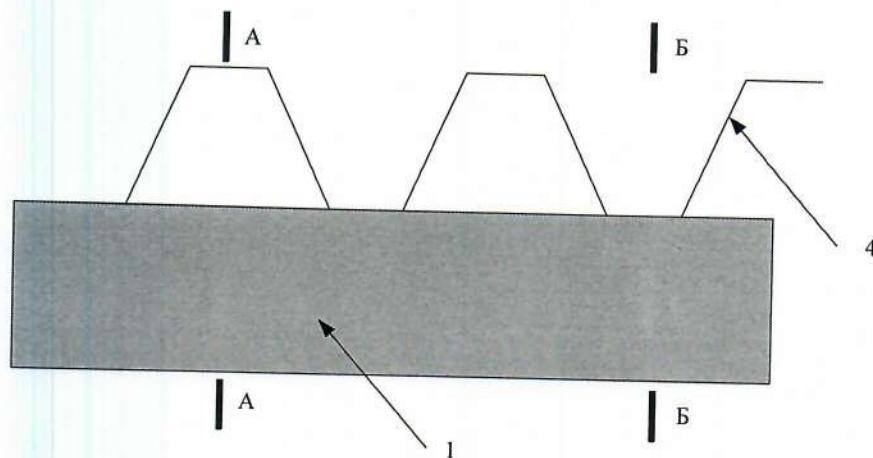
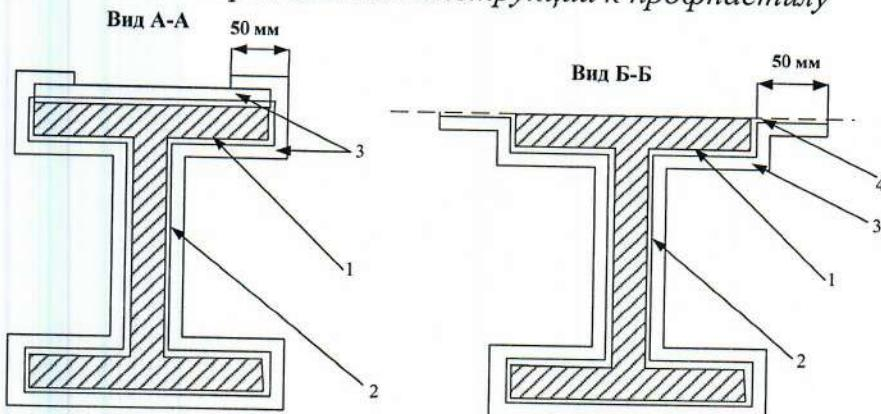

Рис. 3. Примыкание конструкции к профнастилу
Рис. 4 Схема монтажа комбинированного покрытия при прилегании металлоконструкции к профнастилу
- 3.3.9 В случае, если примыкание защищаемой конструкции к профнастилу согласно рис. 3, то монтаж происходит по следующей схеме. Воздушные промежутки между защищаемой конструкцией и профнастилом плотно забиваются базальтовым рулонным материалом «ВБОР» на глубину 50-100 мм. Допускается использование базальтовой плиты с плотностью не менее 130 кг/м³. Монтаж покрытия происходит также как в случае примыкания к ограждающей конструкции. Нахлест комбинированного покрытия на профнастил равен нахлесту в п.3.3.7 и составляет не менее 50 мм.
3.3.10 В случае примыкания защищаемой конструкции к профнастилу в направлении, указанным на рис.3. Монтаж происходит двумя способами – вид А-А и вид Б-Б. Схемы монтажа приведены на рис. 4.